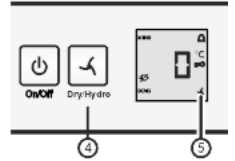

Fig. 3
▶ **hydro** einstellen: Taste dry/hydro Fig. 3 (4) drücken, bis das Symbol  angezeigt wird. Taste loslassen.
▷ Das Symbol dry/hydro Fig. 3 (5) leuchtet.
▶ **dry** einstellen: Taste dry/hydro Fig. 3 (4) drücken, bis das Symbol  erlischt. Taste loslassen.